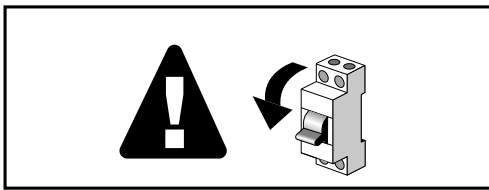

Figura 1: Interruttore di alimentazione
1. Spegnerne l'alimentazione elettrica (Figura 1).